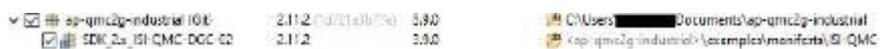

图36. Installed SDKs选项卡
4. 导入完毕后，Installed SDKs选项卡如图36所示：